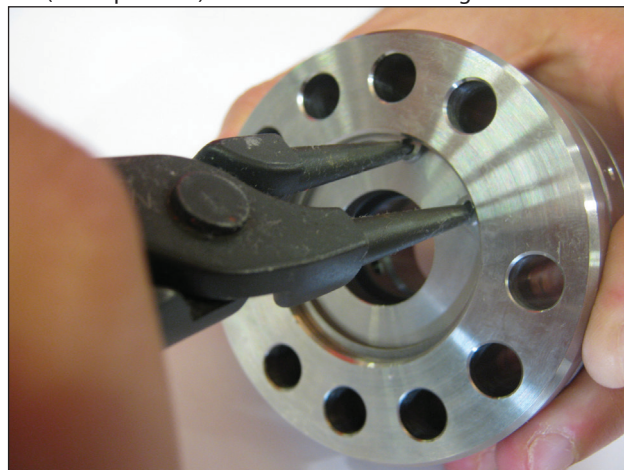
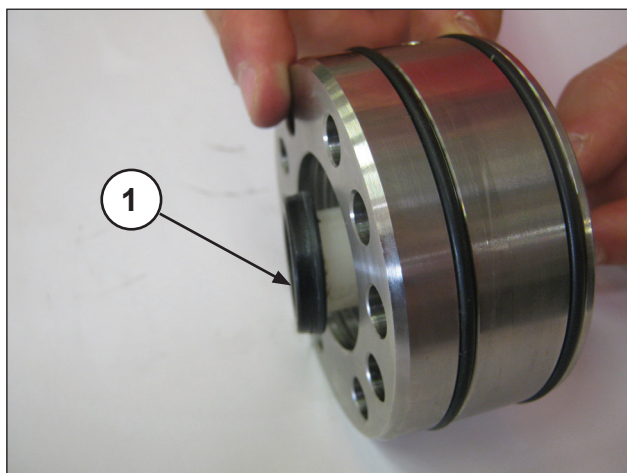

Fig. 126
Fig. 127
- Déposer le circlip et le circlip de maintien des joints d'étanchéité comme le montre la Fig. 126, et utiliser une goupille en plastique pour dégager le joint d'étanchéité LP (basse pression) ① comme le montre la Fig. 127.